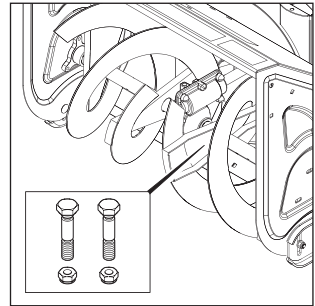

Рис. 22
- Для безопасной работы на снегоборщике шнеки закреплены к валу через систему срезных болтов (Рис. 22).